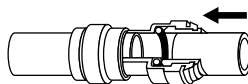

Рис. 9
- вставить трубку в быстрый зажим до упора (рис.9);